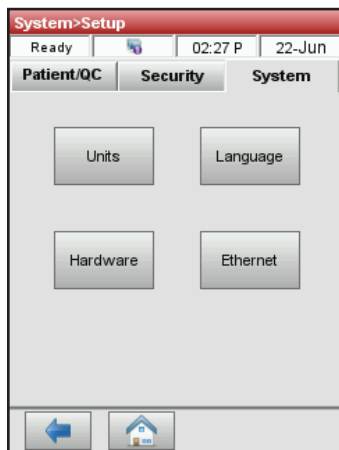

Figura 23. Schermo Gestione sistema > Configurazione
2. Dallo schermo Configurazione, toccare la scheda **Sistema** e poi toccare **Unità** (Figura 23).